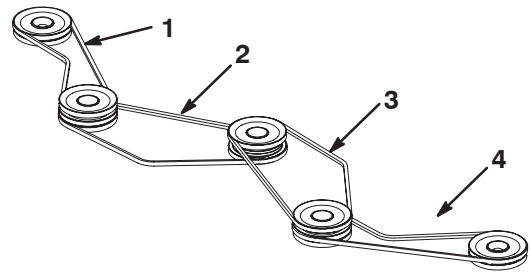

Bild 69
7. Tauschen Sie die Riemen nach Bedarf aus. Setzen Sie sie auf die Spannscheiben, siehe Bild 69.